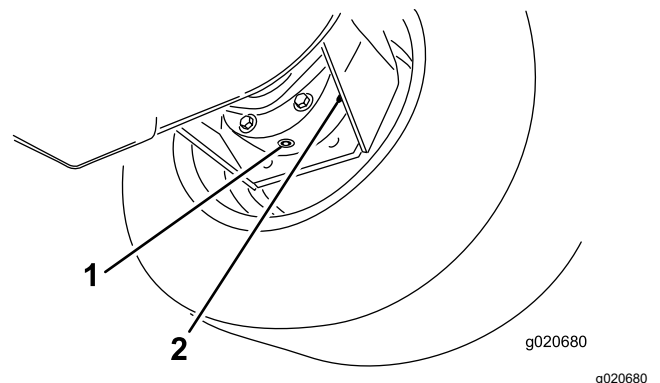

Figure 106
3. Placez un bac de vidange sous le carter de frein et enlevez le bouchon pour permettre à l'huile de s'écouler (**Figure 106**).